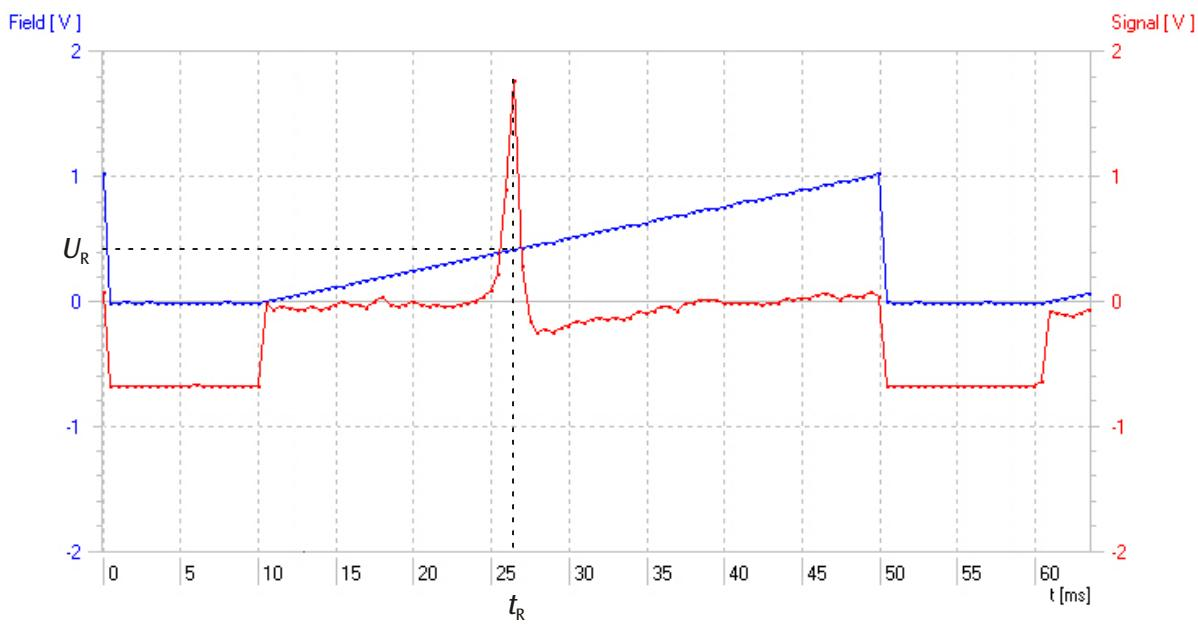

Fig. 6 Decurso do sinal em 40 MHz (vermelho: sinal de absorção como função do tempo, azul: bobina de tensão como função do tempo)
- Anotar a ressonância da tensão das bobinas  $U_R$  e a ressonância de freqüência  $v_R$  pertencente (ver Fig. 6).